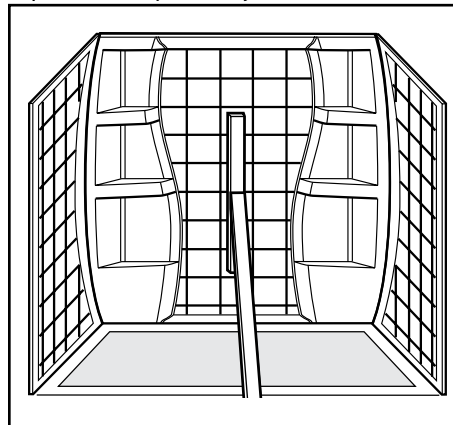

Figura 5
- 6** Coloque un soporte provisorio para sostener el centro del panel posterior presionado contra las vigas de la pared por unas 24 horas mientras se seca el adhesivo (Figura 5).